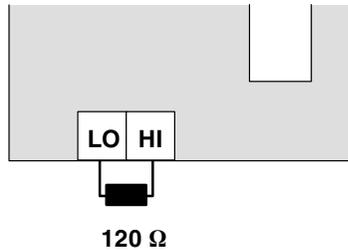

Fig. 7-7 Módulo CAN
- no módulo CAN do último conversor de frequência (fig. 7-7)